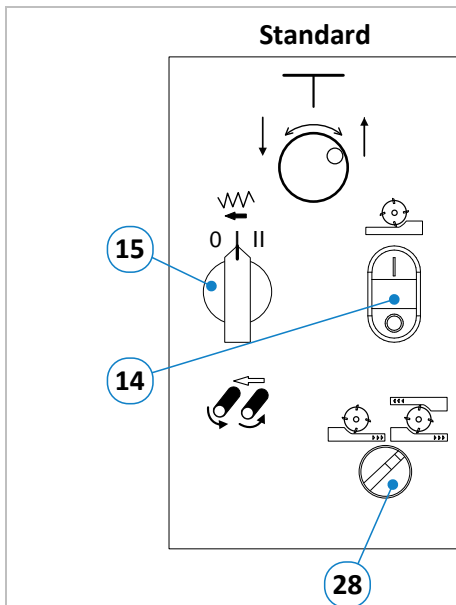

Figure 27 : commande de la raboteuse (standard)
Remarque : Le dégauchisseur n'est actif que si le sélecteur (28) est réglé sur la position « droite » (voir Figure 27). Le bouton (3) s'allume pour indiquer que l'appareil est prêt à fonctionner.
- Tourner le sélecteur (28) vers la droite en position inclinée (⇒ Figure 27) → La touche (3) s'allume.
- Réglez l'enlèvement des copeaux avec la touche (3).
- Démarrer l'arbre porte-lames avec la touche (2).
- Tourner l'interrupteur principal (35) en position « I ».
- Tourner le sélecteur (28) sur la position gauche (⇒ Figure 27). Dans cette position, le panneau de commande pour le « dressage » est désactivé.
- Tout d'abord, amener l'interrupteur (28) vers la droite en position inclinée, voir ⇒ Figure 27.
- En appuyant sur la touche (3), la table de chargement est abaissée ou relevée, selon le sens de la flèche.